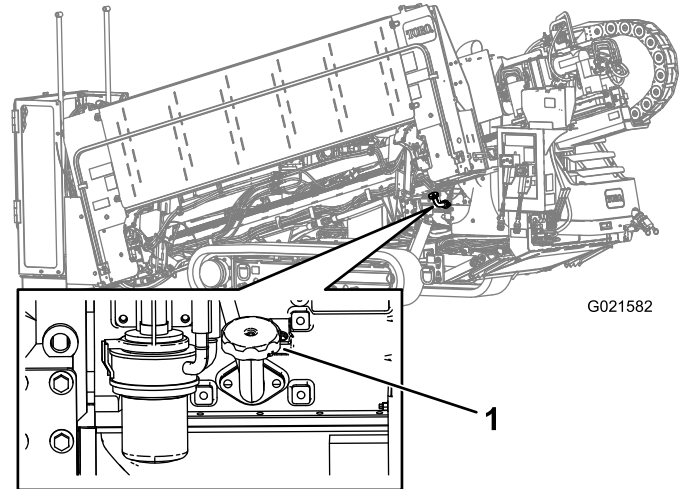

Figure 123
- A. Retirez le bouchon de remplissage (Figure 123) et faites l'appoint d'huile jusqu'à ce que le niveau